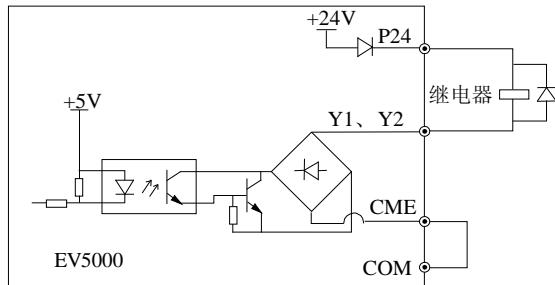
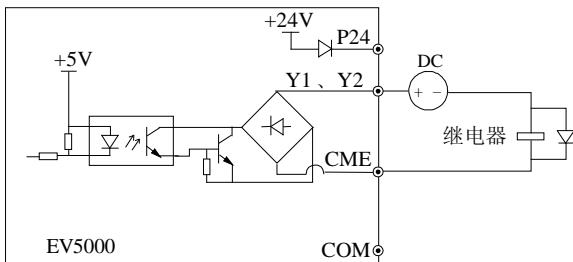

图4-27 多功能输出端子接线方式 1
图4-28 多功能输出端子接线方式 2
1. 多功能输出端子 Y1、Y2 可使用变频器内部的 24V 电源，接线方式见图 4-27。
2. 多功能输出端子 Y1、Y2 也可使用外部电源，接线方式见图 4-28。
- 图 4-27、图 4-28 中，对于非 24V 继电器，应根据继电器参数选择合适的电阻，串接在继电器回路中。